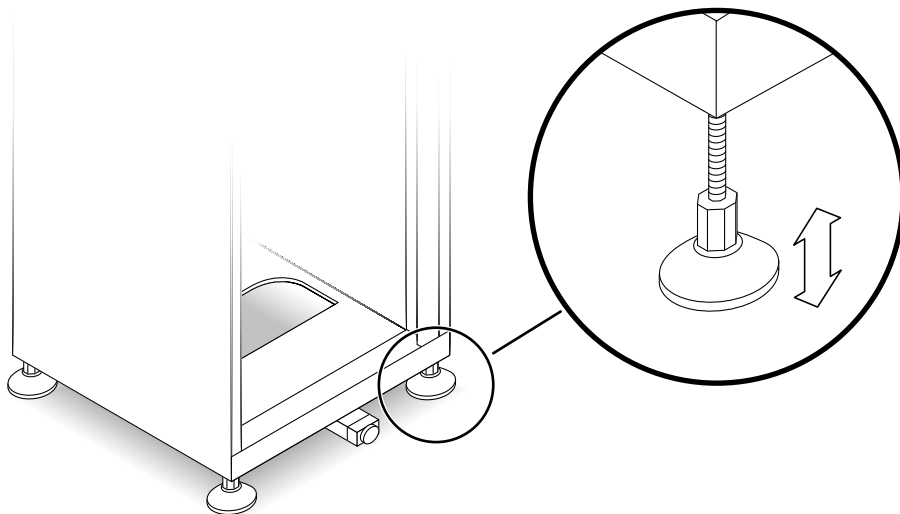

図 4 安定脚を調整
1. 『Sun Rack Installation Guide』の説明に従ってキャビネットを安定させ、レンチで安定脚を調整して、キャビネットが水平になるようにします (図 4)。